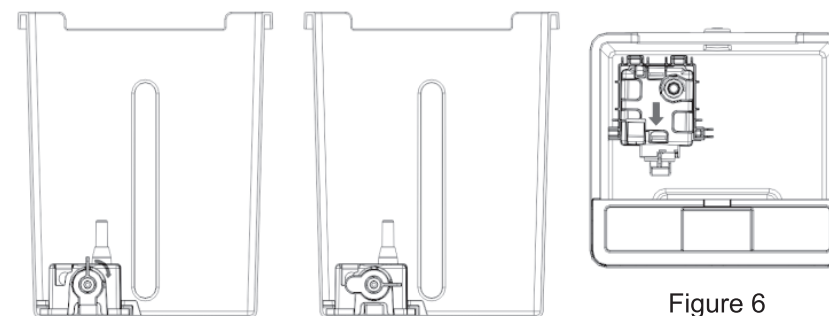

Figure 6
4. Voyez la figure 6 pour le démontage et l'assemblage du support de la pompe à eau.